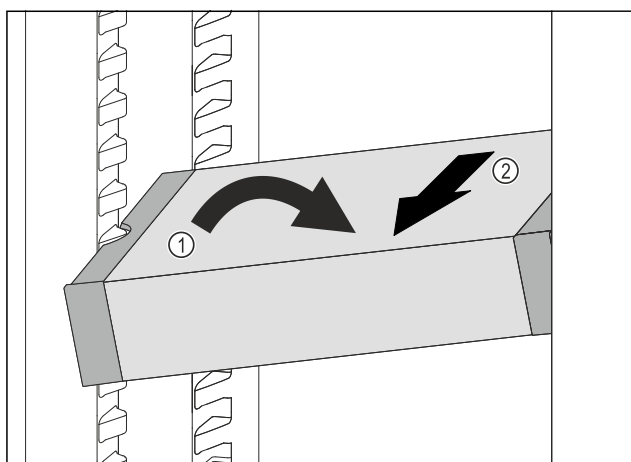

Fig. 228
- ▶ Расположите VarioSafe в холодильном отделении под наклоном. Fig. 228 (1)
- ▶ Извлеките VarioSafe движением вперед. Fig. 228 (2)